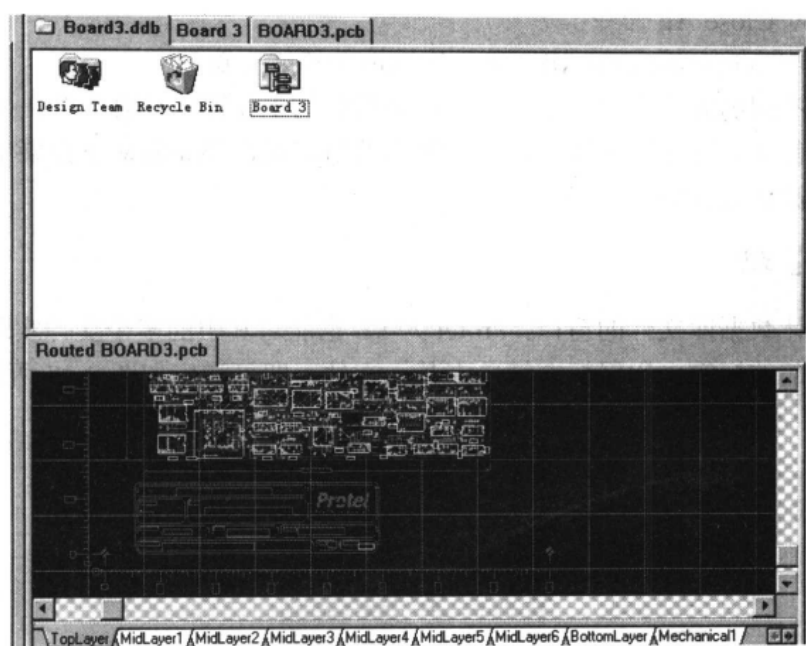

图 9-19 窗口的水平分割显示
- Split Horizontal: 将该文件与其他文件水平分割显示，如图 9-19 所示。对所有文件都执行该命令，则所有文件窗口都会进行水平分割显示。